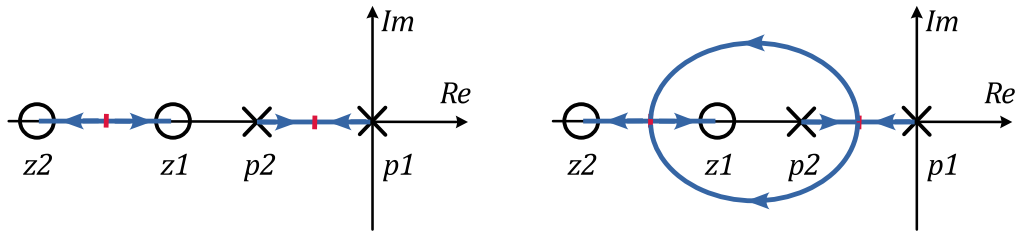

Figura 6: Soluția punctului d). Stânga - soluția parțială. Dreapta - soluția finală
- Pe axa reală LR se află la stânga unul număr impar de poli și zero-uri: între p_1 și p_2 și între z_1 și z_2 . Deoarece funcția de transfer a sistemului deschis are 2 poli și 2 zero-uri, fiecare ramură a LR va începe într-un pol și se va termina într-un zero, fără asimptote. Vezi Figura 6 - stânga.
- *LR este simetric față de axa reală . Vedeți Figura 6 - dreapta, pentru rezultat.*